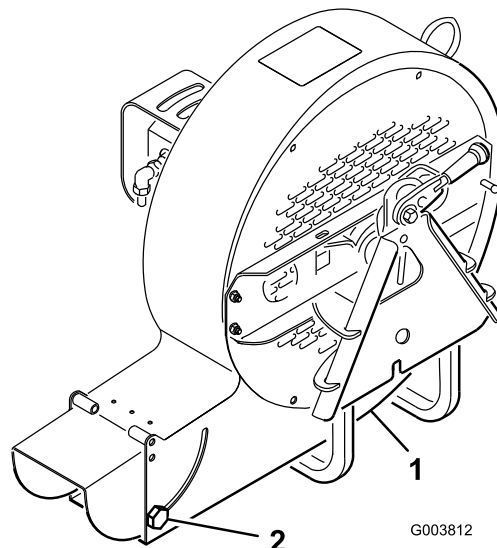

Figura 5
El orificio de descarga (Figura 5) es ajustable para aumentar o reducir la velocidad de salida de aire y el caudal. Reduzca el tamaño del orificio de descarga para aumentar la velocidad.
1. Afloje los tornillos de montaje del deflector del orificio de descarga (Figura 5).